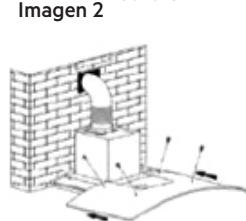

Imagen 4
- 4) Coloque la campana en el gancho (véase la Imagen 4).
- 4) Coloque el cristal de acuerdo con la dirección principal de la campana y después use los tornillos para fijarlo. También deberá conducir el tubo extensible hacia el exterior de la estancia. Mientras tanto, ajuste la altura de la chimenea interna para la posición de los soportes de chimenea interna y fíjelos con tornillos. Deberá verificar que la chimenea interna puede flexionarse libremente (véase la Imagen 4).